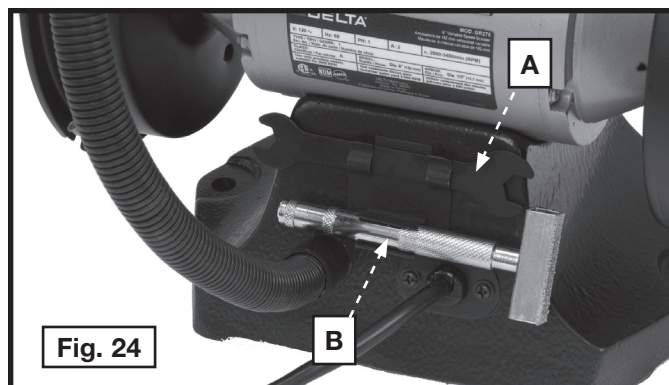

Fig. 24
La clé à fourche (A) et la clé du dresse-meule (B) peuvent se ranger dans le porte-clé situé sous l'arrière de la meuleuse comme indiqué à la fig. 24.